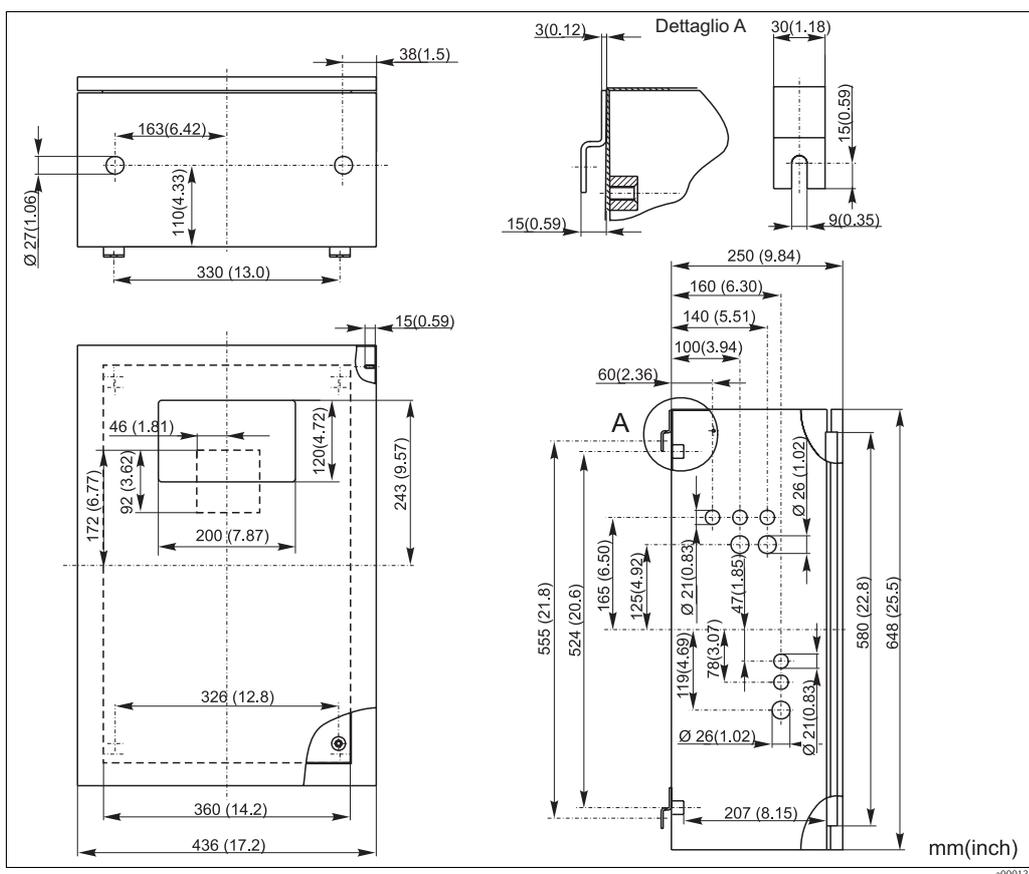

Fig. 2: Versione in acciaio inox
-  2 Questo simbolo indica un riferimento incrociato a una figura specifica (ad es. fig. 2).